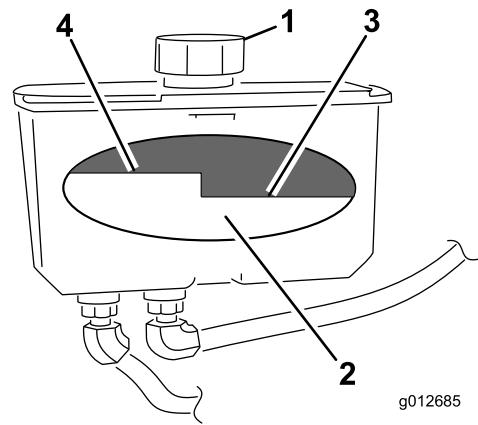

Bild 72
4. Reinigen Sie den Bereich um den Einfüllstutzen und den Deckel des Hydraulikbehälters (Bild 72).
5. Nehmen Sie den Deckel vom Einfüllstutzen ab. Schauen Sie in den Stutzen, um den Flüssigkeitsstand zu prüfen. (Bild 72).
- Hinweis:** Der Füllstand sollte bei heißem Öl die Oberkante der heißen Einfüllmarkierung der Zwischenplatte erreichen (Bild 72).